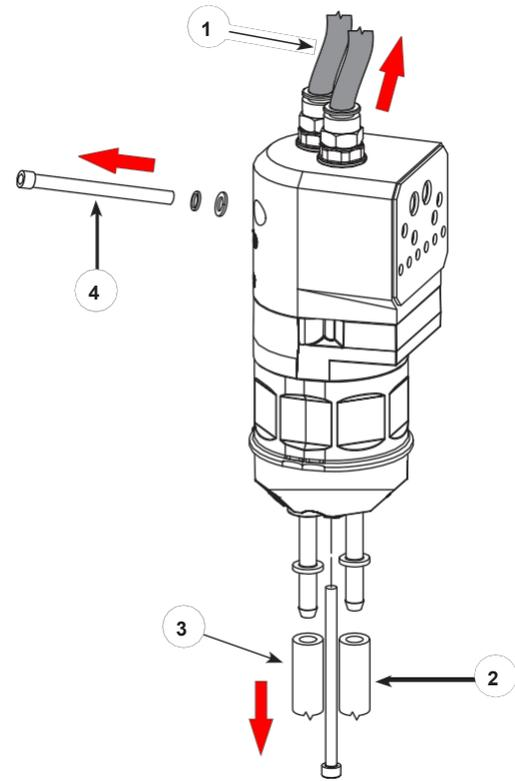

図 19 後付け ポンプ分解準備
1. 図 19 を参照してください。からパーズ・エア・ラインを外します。後付けポンプ(1)の上部。